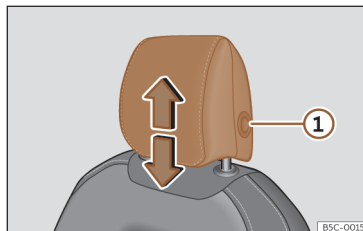
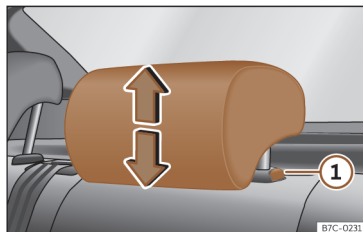

Fig. 98 Banco dianteiro: regulação do encosto de cabeça.
Fig. 99 Encosto de cabeça traseiro: ajuste do encosto de cabeça.
- Agarre o encosto de cabeça com ambas as mãos pelos lados e empurre para cima até o encaixar na posição desejada. Para baixá-lo, proceda da mesma forma, pressionando o botão lateral ① >>> Fig. 98, >>> Fig. 99.